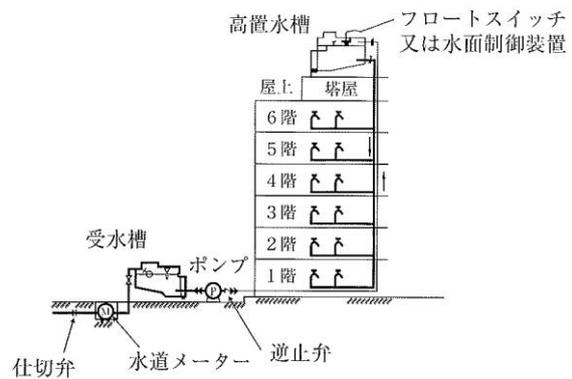

図 4-2 高置水槽方式
(1) 需要者の必要とする水量、水圧が得られない場合のほか、次の場合には、受水槽方式とする。
- ① 病院や大型商店舗などで災害時、事故等による水道の断減水時にも、給水の確保が必要な場合
- ② 一時に多量の水を使用するとき、又は使用水量の変動が大きいときなど、配水管の水圧低下を引き起こすおそれがある場合
- ③ 配水管の水圧変動にかかわらず、常時一定の水量、水圧を必要とする場合
- ④ 薬品を使用する工場など、逆流によって配水管の水を汚染するおそれのある場合
- ⑤ 地上 3 階以上(直結直圧式給水を企業長が認めた 3 階建物を除く。)に給水する建築物
- ⑥ 緊急避難場所に指定されている、学校等の公共施設の建築物
(2) 受水槽式給水の主なものは、次のとおりである。
#### ① 高置水槽式(図 4-2)